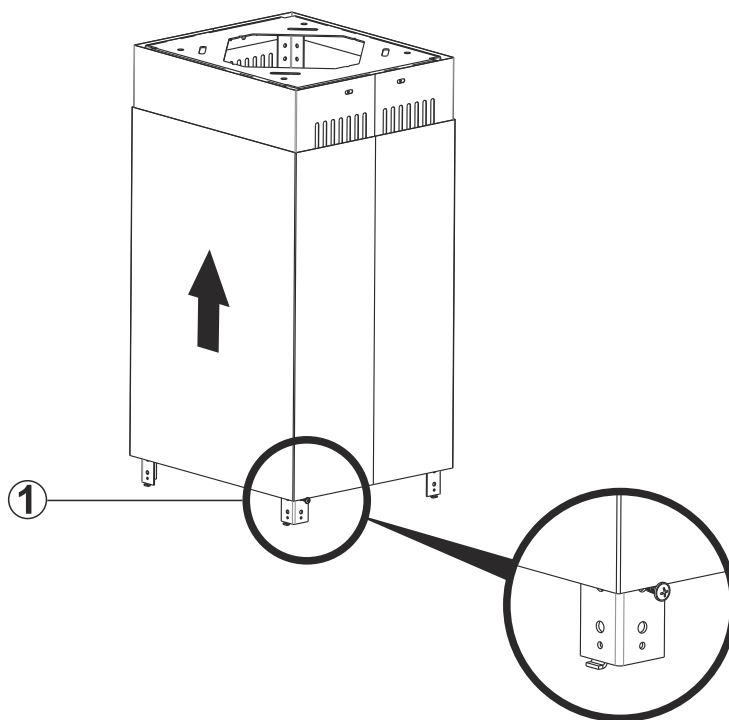

Fig. 12
1. ➔ Abbinare le lamiere dei fogli metallici del prodotto alle barre di sospensione del prodotto (Fig. 12).
2. ➔ Installare una vite 3.5 x 9.5 (1) alla barra di sospensione del prodotto e lasciare le lamiere in metallo sulla vite per consentire alle lamiere di restare fissate sulle barre di sospensione prima dell'installazione (Fig. 12).
1. ➤ Togliere la vite di fissaggio del foglio canna fumaria (Fig. 12).